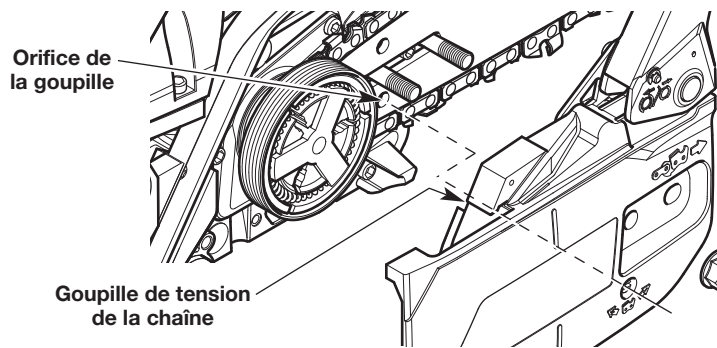

Fig. 32
4. Installez le couvercle du guide-chaîne. Assurez-vous que la goupille de tension de la chaîne se trouve dans son orifice sur le guide-chaîne (Fig. 32).